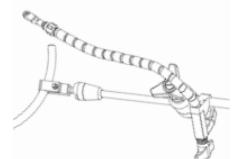

Afbeelding 19
- Om de **Snelkoppeling-lemmethouder** (zoals UL-0107) aan de **Flexarm** (zoals UL-0106) te bevestigen, moet u ervoor zorgen dat de **Flexarm**-kraag in de ontgrendelde positie staat. (Afbeelding 19)